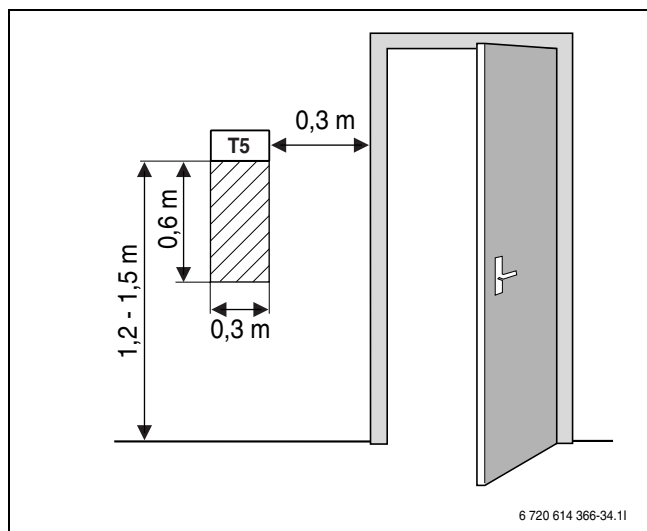

Bild 33 Rekommenderad monteringsplats för rumsgivare T5
- Obehindrad cirkulation av rumsluften under rumsgivaren T5 (streckad yta i bild 33 ska hållas fri).